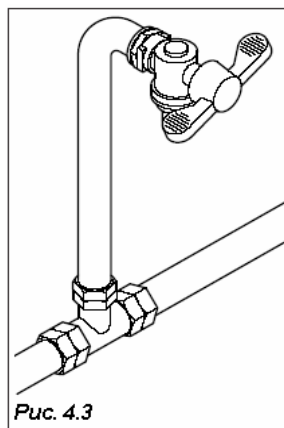

Рис. 4.3
- Если отсутствует водопроводный кран, в случае необходимости установите его в доступном месте для отключения автомата от водопроводной сети (Рис. 4.3).